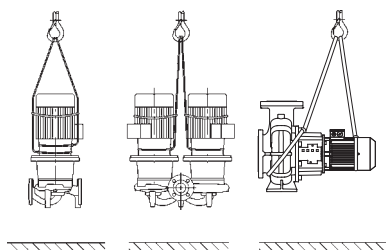

Fig. 6: Транспортировка насоса
- Проушины для транспортировки на электродвигателе служат только для задания направления при захвате груза (Fig. 6).